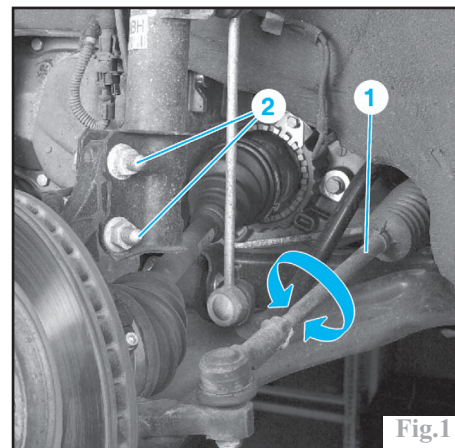

Fig.1
Le parallélisme se règle par l'allongement ou le raccourcissement symétrique de la longueur des biellettes de direction (1) (Fig.1), après avoir effectué les vérifications préliminaires habituelles et installer le véhicule sur un banc de contrôle de géométrie des trains.